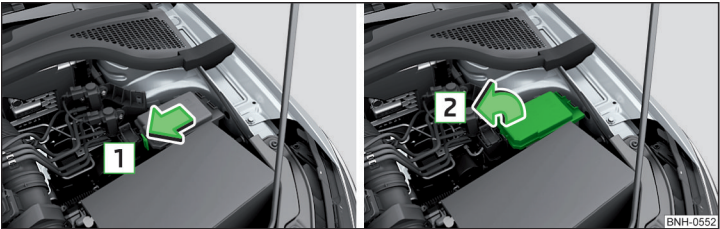
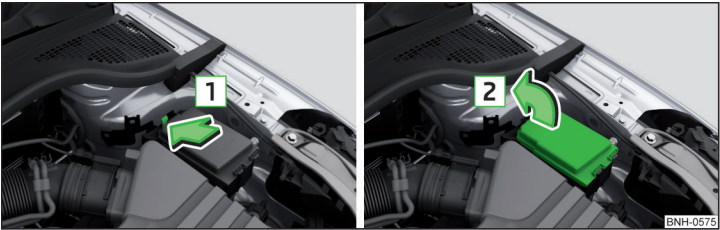

Fig. 259 Tapa de la caja de fusibles - Variante 1
Fig. 260 Tapa de la caja de fusibles - Variante 2
- » fig. 259 y » fig. 260, y retirar la cubierta en el sentido de la flecha 2.